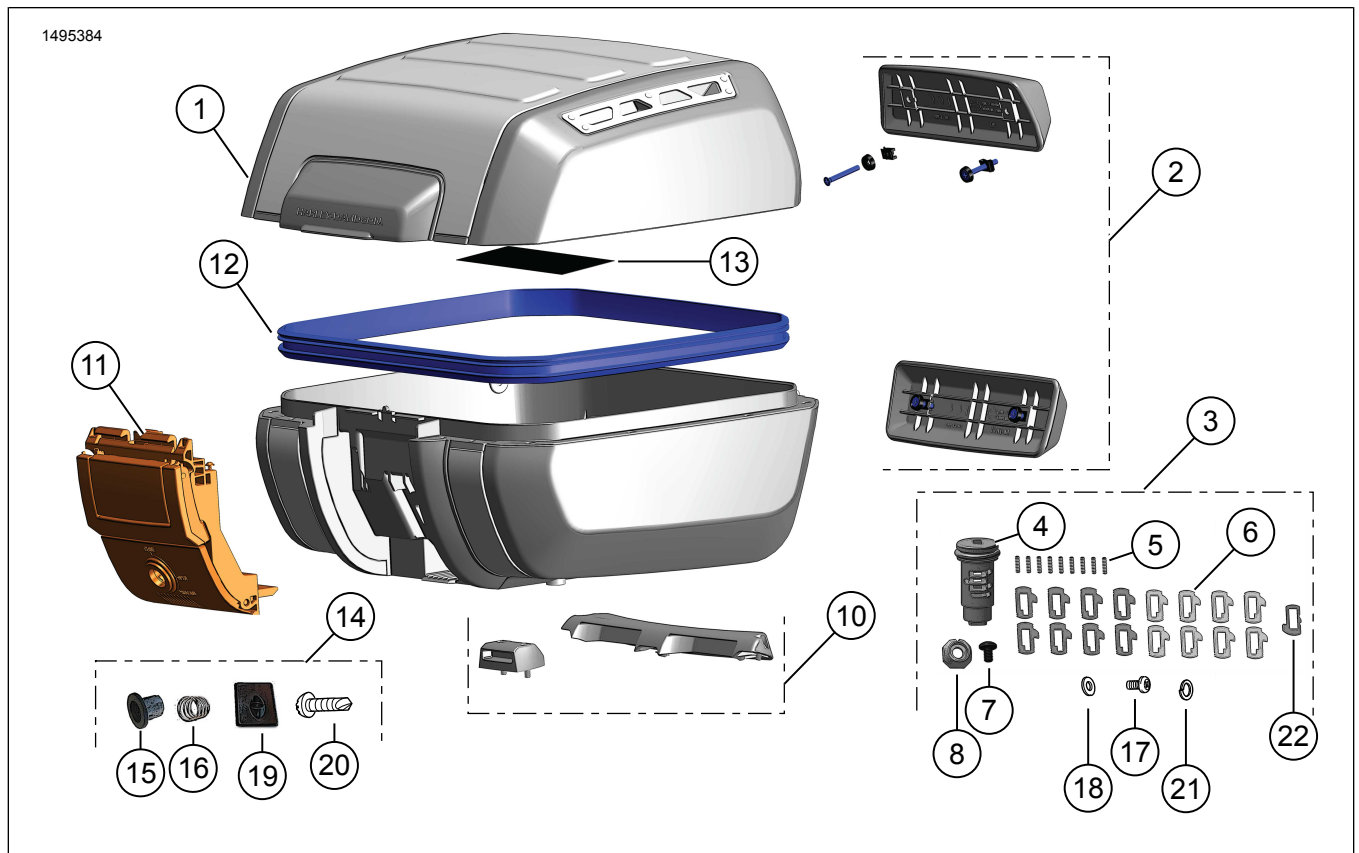
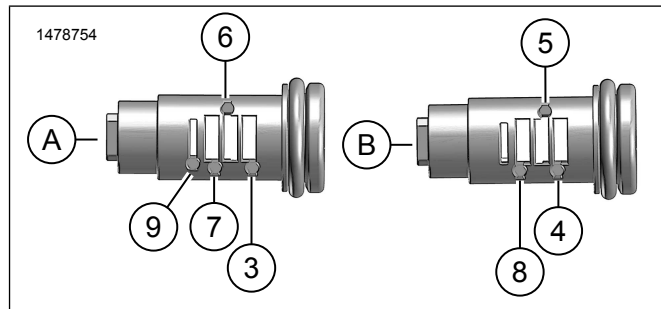

図1。キット内容: 取り外し可能なトップケース
図4。スプリングとタンブラーの取り付け位置(標準)
- 図4図1を参照して、タンブラースプリング(5)をシリンダーサブアセンブリの(A)面にあるステーション3、6、7の穴に取り付けてください。
- 図4図1を参照して、タンブラー(6)11-14番を表3で決定したタンブラ番号ごとに、ステーション3、6、7に取り付けます。
- 図4図1を参照して、タンブラースプリング(5)をシリンダーサブアセンブリの(B)面にあるステーション4、5、8の穴に取り付けます。
- 図4図1を参照して、タンブラー(6)21-24番を表3で決定したタンブラ番号ごとに、ステーション4、5、8に取り付けます。